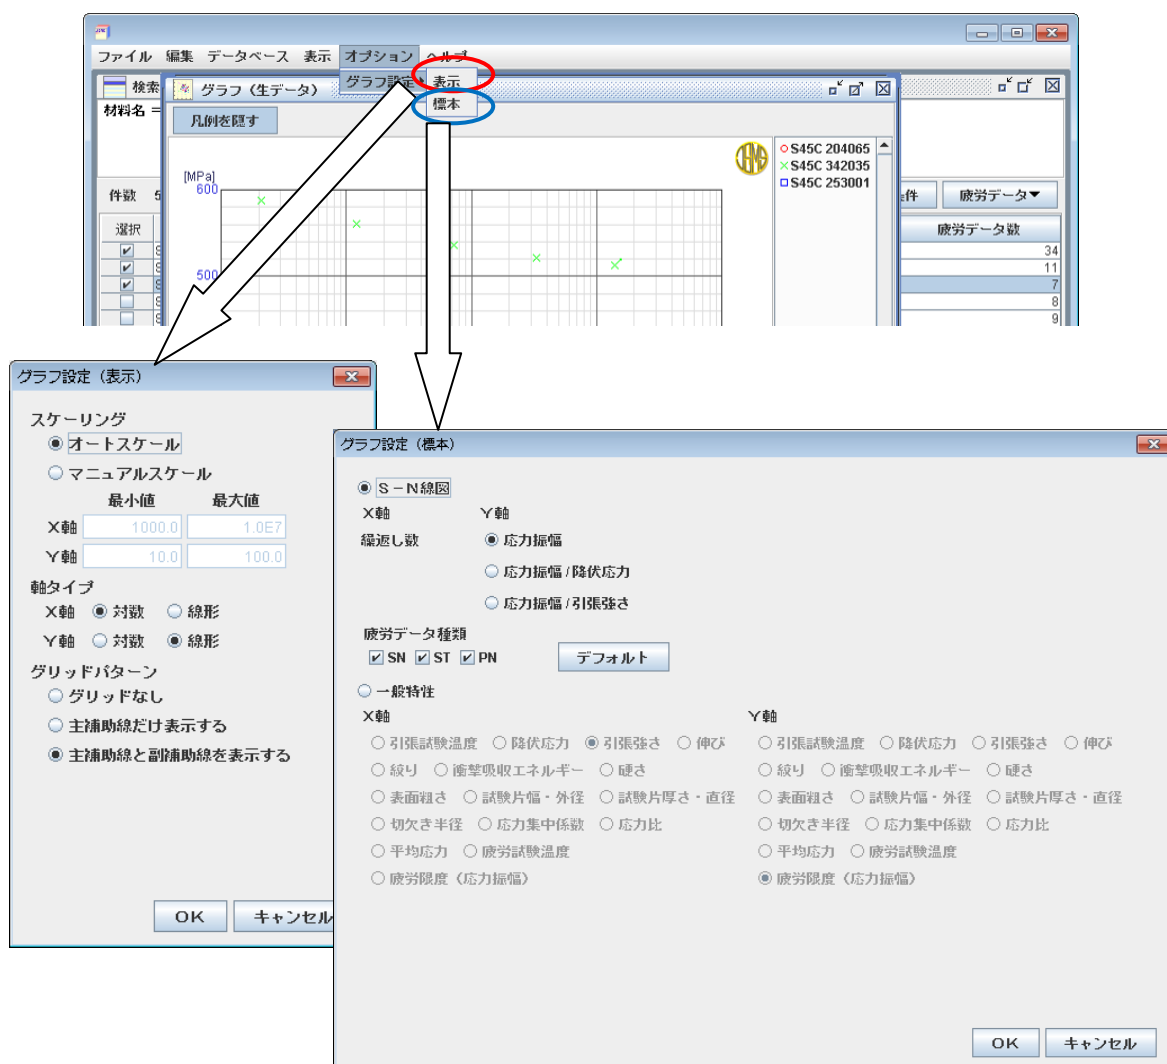

図 10 グラフの表示の変更
- メニューバー「オプション」から「グラフ設定」、「表示」または「標本」を選ぶと、グラフに関する設定を変更することができます。(図 10)